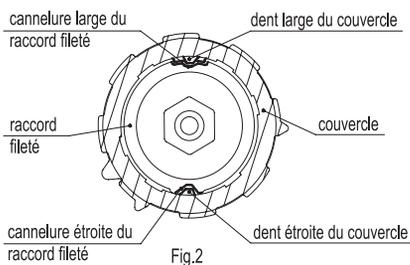

Fig.2
- Assemblez le couvercle sur le raccord fileté en couplant les deux dents (un large et un étroit) qui se trouvent dans le couvercle, avec leur cannelures présentes sur la partie supérieure du raccord fileté (fig. 2).